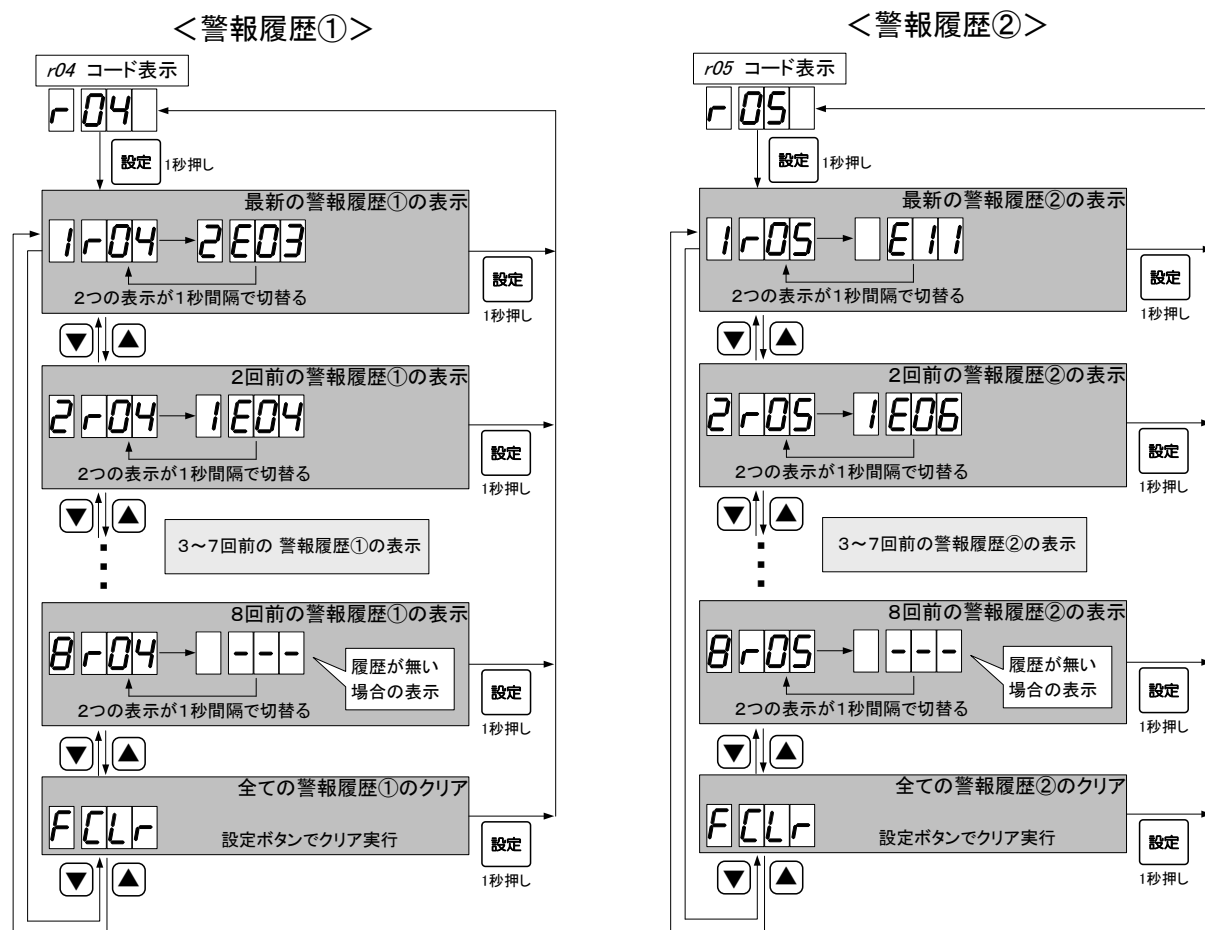

図 19 警報履歴①と②の表示例
- ・ 警報履歴①は、コード *r04* で、確認することができます。
- ・ 図 19 に、表示例を示します。